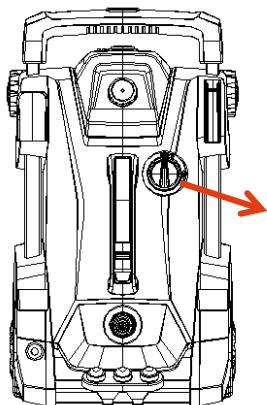
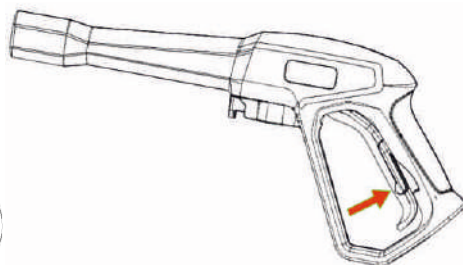

Рис. 7
Рис. 8
- Убедившись, что шланг подачи воды подсоединен к мойке, подключите мойку к сети и включите поворотом вправо выключателя (поворот из положения «ВЫКЛ./0» в положение «ВКЛ./1») и нажмите на курок пистолета, как показано на рис. 7 и рис. 8.